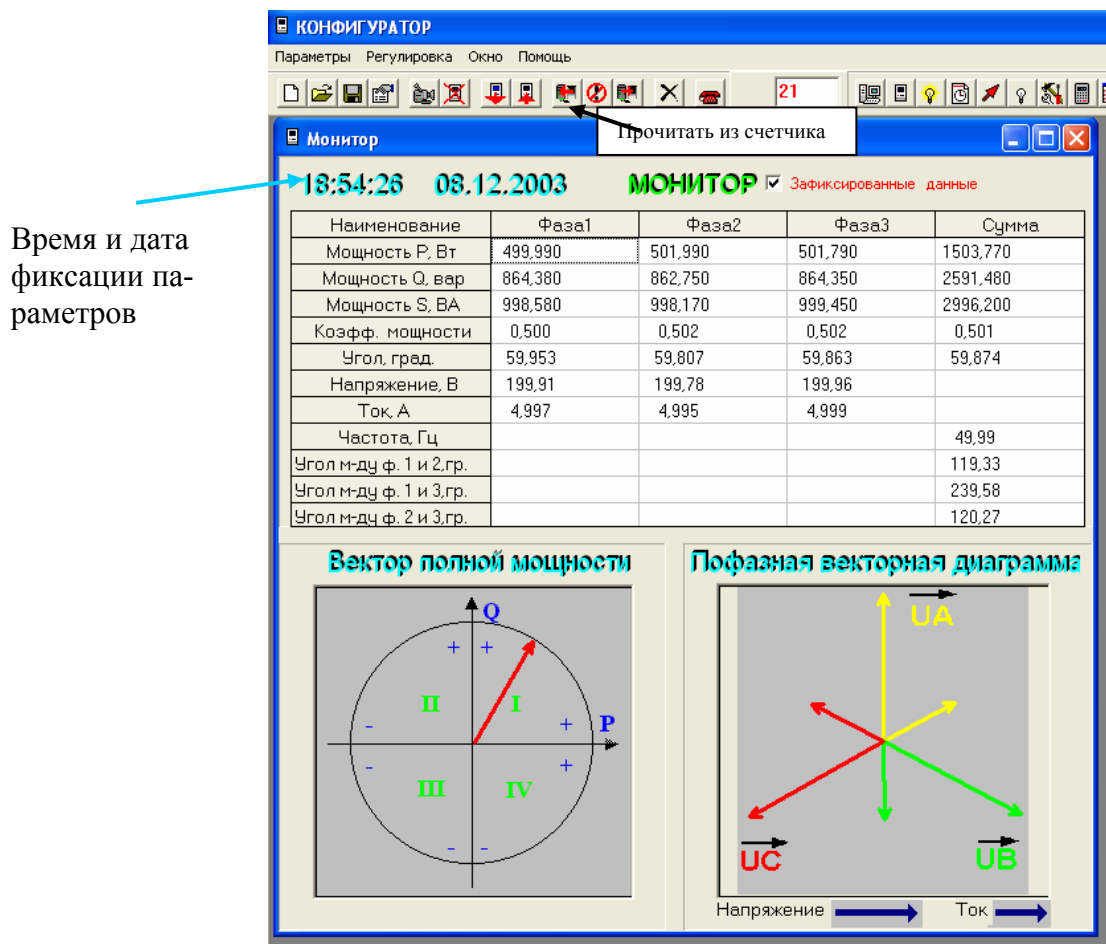

Рис.16
2. нажать кнопку «Прочитать из счетчика». При этом на экране монитора ПЭВМ появится окно «Монитор», в которой, в случае успешного обмена, будут отображены зафиксированные вспомогательные параметры и векторная диаграмма трехфазной сети (вектора тока и напряжения), а так же время и дата фиксации параметров (рис.16);